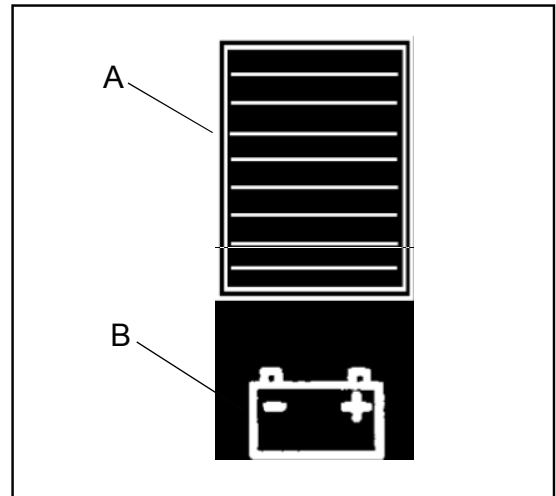

Abbildung 7
Der Ladungsanzeiger (siehe Abbildung 7) auf der Bedientafel gibt einen Digitalwert mit 10 festen Stellen (A) an und verfügt darüber hinaus über eine Lampenanzeige (B). Die auf der Anzeige erscheinenden Balkenstriche repräsentieren den ungefähren Ladungszustand; das Symbol blinkt auf, wenn der Akku sich entlädt.